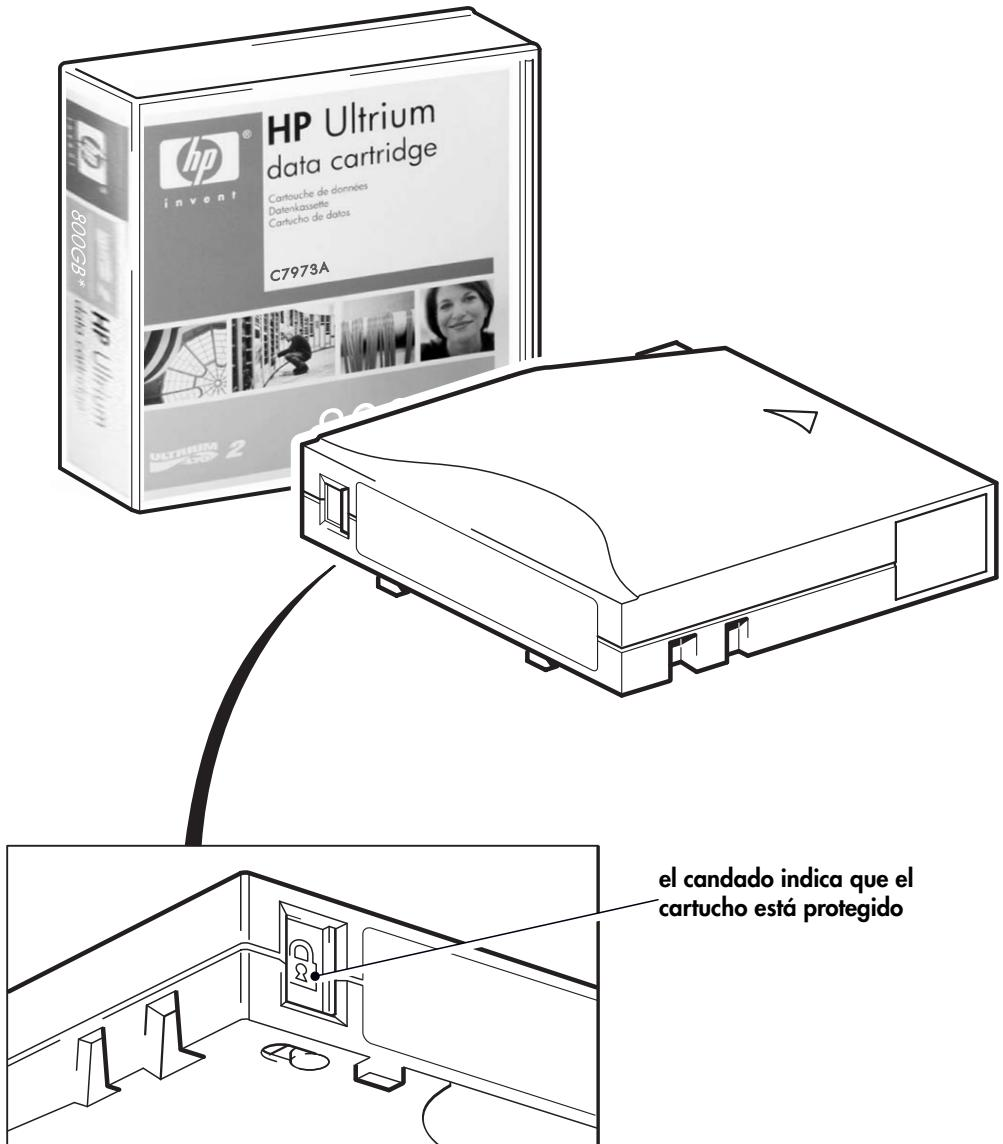

Figura 8: protección contra escritura de los cartuchos
- Para desactivar la protección contra escritura de cartucho, pulse el conmutador hacia la izquierda y de es modo podrán grabarse datos. En la Figura 8 se muestra la ubicación de la lengüeta de protección contra escritura.